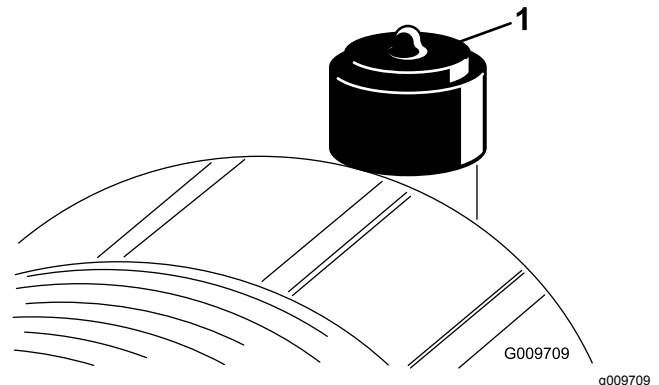

Figure 45
- Remplacez l'élément du filtre à air quand l'indicateur de colmatage (Figure 45) est rouge. Ne nettoyez pas l'élément du filtre à air trop souvent.